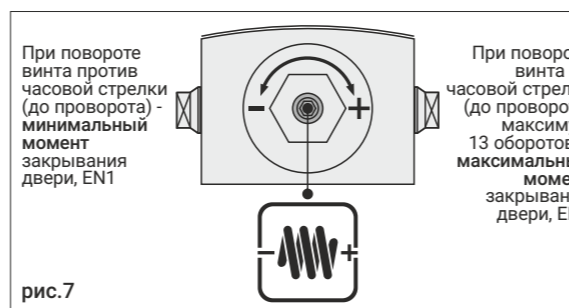

рис.7
8. Отрегулируйте требуемую силу пружины винтом PA, всего 13 полных оборотов, рис. 7. Изменение момента закрывания PA и его влияние на характеристики дверного доводчика (допустимые вес и ширина дверного полотна, углы работы функций, максимальный угол открывания и т.д.) приведено на рис. 8.